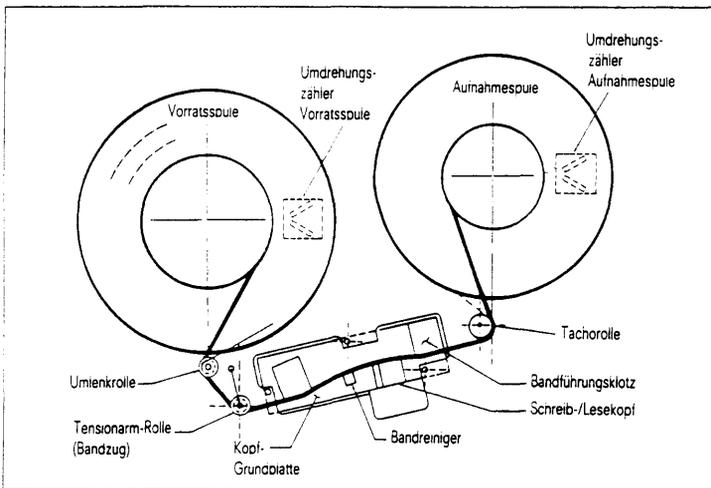

Bild 2 Bandtransportweg
Die Saphire des Bandreinigers (siehe Bild 2) sind sehr scharf. Berühren Sie die nie mit bloßen Fingern. Es besteht Verletzungsgefahr!
1. Überprüfen Sie, ob der Bandvorspann knitter- und faltenfrei ist. Ist dies nicht der Fall, beschneiden Sie das Bandende mit einem Magnetbandkrimper (siehe oben (4)).
4. Legen Sie eine Magnetbandspule von vorne horizontal so in das Laufwerk ein, daß die Aussparung für den Schreiber nach unten zeigt. Von oben betrachtet, würde sich dann das Band abwickeln, wenn die Spule im Uhrzeigersinn gedreht wird (vgl. Bild 2). Die Spule muß auf der Spulenaufnahme einrasten.
2. Legen Sie die Spule so auf die Spulenaufnahme, daß sich das Band abwickeln kann, wenn die Spule von oben gesehen im Uhrzeigersinn gedreht wird (siehe Bild 2). Achten Sie darauf, daß der Schreibring, falls gewünscht, sich an der unteren Spulenseite befindet.
6. Drehen Sie die Spule langsam im Uhrzeigersinn, bis das Band vom Luftstrom in den Bandweg eingefädelt wird und die Aufnahmespule erreicht. Wenn das Band beim ersten Versuch nicht richtig eingefädelt wird, wiederholen Sie den Vorgang. Beachten Sie dabei, daß sich das Band ohne Schlaufen und Knicke so auf die Aufnahmespule aufwickelt, wie in Bild 2 gezeigt.